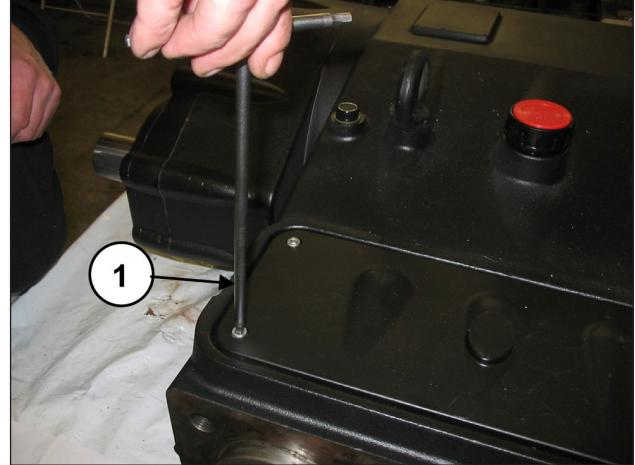

Fig. 122
Déposer le couvercle d'inspection supérieur en desserrant les 4 vis de fixation (rep. ①, Fig. 122)